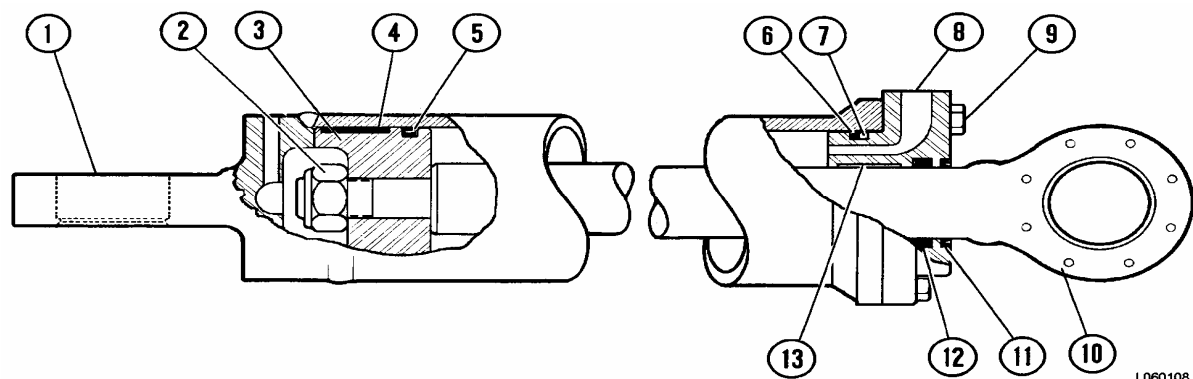

FIGURA 6-7. CONJUNTO DEL CILINDRO DE LA DIRECCION
1. Retire los pernos (9, Figura 6-7) y saque la varilla (10) y el casquillo (8) de la caja del cilindro (1).
2. Saque la tuerca de seguridad (2) y el pistón (3). Saque el rodamiento del pistón (4) y el sello del pistón (5).
3. Saque la varilla (10) del casquillo (8). Saque el anillo de goma (6) y el anillo de respaldo (7). Saque el sello de la varilla (12) y el excéntrico de la varilla (11). Saque el rodamiento (13).
1. Monte el nuevo conjunto del sello del pistón (5, Figura 6-7) en el pistón (3) de la siguiente forma:
- b. Saque el sello del agua y ensámblelo en el pistón. **No se tome más de cinco segundos en completar este procedimiento** ya que el sello tomará un ajuste permanente. El rodamiento del pistón (4) puede ser utilizado para posicionar el sello en la ranura. Aplique presión de manera uniforme para evitar levantar el sello.
2. Monte el rodamiento (4) en la ranura del pistón.
1. Instale el nuevo rodamiento (13, Figura 6-7), sello de la varilla (12), excéntrico de la varilla (11), anillo de respaldo (7) y anillo de goma (6) en el casquillo (8).
2. Empuje la varilla (10) a través de la parte superior del casquillo. Lentamente haga avanzar la varilla por sobre el sello y el excéntrico de la varilla.
3. Instale el conjunto del pistón (3) en la varilla. Asegure el pistón a la varilla con tuerca de seguridad (2). Apriete la tuerca de seguridad con un torque de **3390 N.m (2500 ft. lbs.)**.
4. Con mucho cuidado instale el conjunto de varilla y casquillo en el cilindro (1). Asegúrese que el anillo de respaldo y el anillo de goma no se dañen durante el montaje del casquillo.
5. Instale pernos (9). Apriete los pernos de manera uniforme con un torque de **420 N.m (310 ft. lbs.)**.